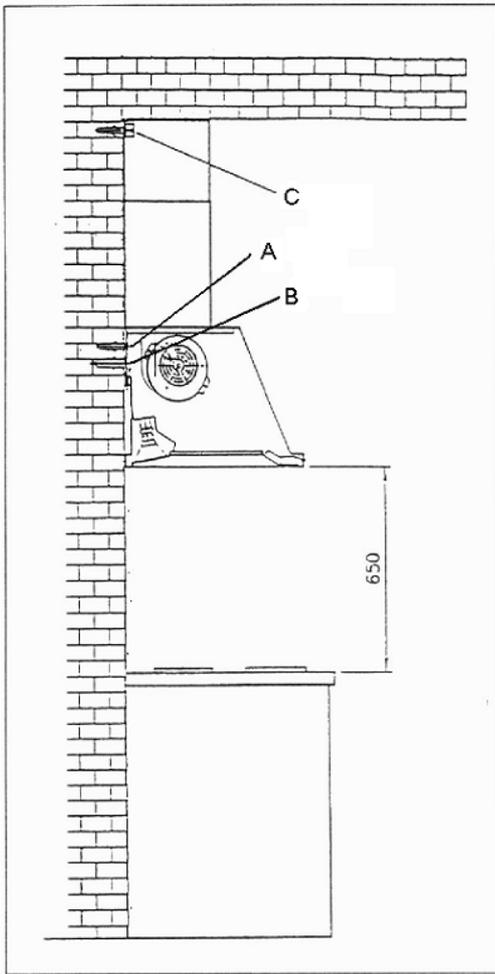

FIG. 1
El aparato puesto en obra (Fig. 1) debe quedar a una distancia de 65 cm de distancia de la placa de cocina. No debe ser colocado sobre estufas con placa radiante superior. La salida del aire viciado debe respetar las normas vigentes. Están a disposición los siguiente elementos para la instalación y la fijación:
- Tacos de bloqueo (Fig. 1 - A).
- Tacos de suspensión y de nivelación (Fig. 1 - B).
- Soporte y tornillos de sujeción para la fijación de la chimenea a la pared (Fig. 1 - C).
Apparatet (fig. 1) må ha en minimumsavstand fra platetoppen på 65 cm. Apparatet må ikke plasseres over ovner med en glødende plate øverst. Luftavsuget må være i samsvar med gjeldende standarder.
- Låseplugg (fig. 1 - A).
- Opphengs- og nivelleringsplugg (fig. 1 - B).
- Konsoll og skruer for festing av røkrøret til veggen (fig. 1 - C).